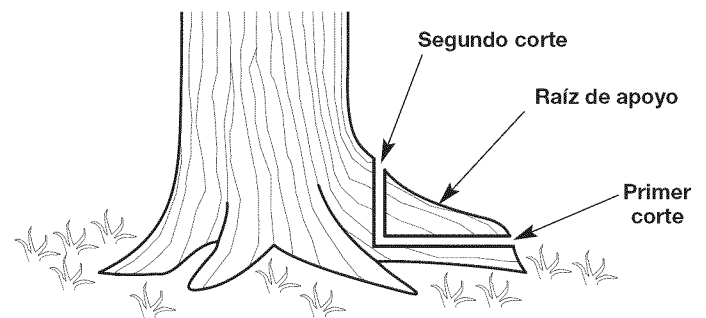

Fig. 11
1. Haga un corte horizontal en la raíz de apoyo (Fig. 11). Para evitar que el peso de la madera comprima la barra guía, siempre haga este corte en primer lugar.
2. Haga un corte vertical en la raíz de apoyo (Fig. 11).